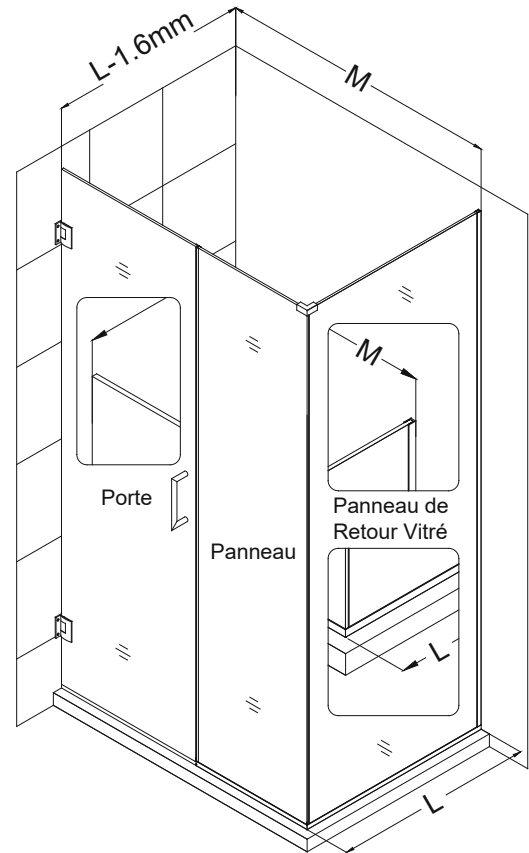

Fig. 1
**REMARQUE:** Les dimensions M et L proviennent de la mesure du mur fini jusqu'à l'extérieur du profilé en U, tel qu'illustré à la Fig. 1.